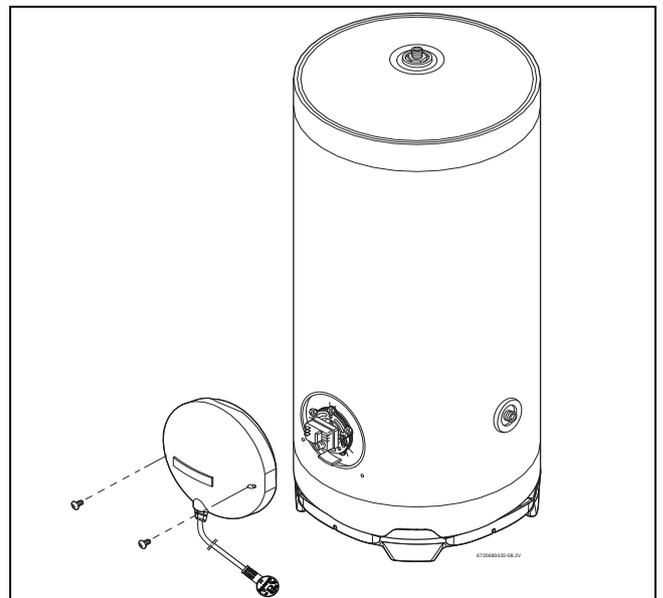

Fig. 11
- ▶ Retirar a tampa do termoacumulador, ver Fig. 11.